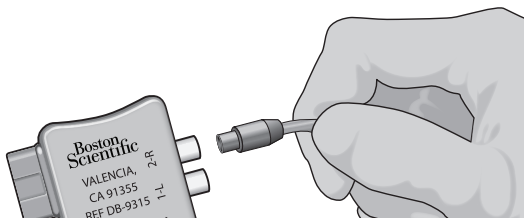

Figura 9: Collegamento del cavo per sala operatoria 1x8 allo stimolatore di prova esterno 2 e all'adattatore ETS
4. Collegare il cavo per sala operatoria con l'estensione alla presa dell'adattatore ETS con etichettatura "1-L" (Figura 9). Se si utilizzano due elettrocateteri DBS, collegare l'elettrocatetere DBS sinistro alla presa "1-L" e l'elettrocatetere DBS destro alla presa "2-R".